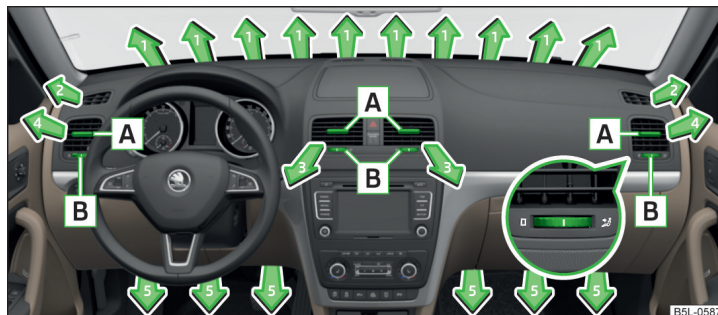
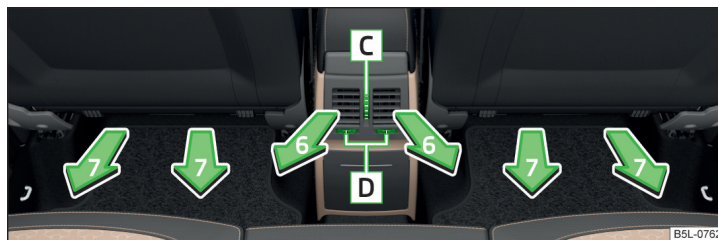

Fig. 107 Difusores de aire delanteros
Fig. 108 Difusores de aire traseros
En los difusores de aire **3, 4** » fig. 107 y **6** » fig. 108 se puede modificar el sentido de la corriente de aire, y los difusores se pueden también cerrar y abrir individualmente.
➤ Gire el regulador giratorio **B** hasta la posición » fig. 107.
➤ Gire el regulador giratorio [B] hasta la posición 0 » fig. 107.
➤ Gire el regulador giratorio [C] entre las posiciones finales » fig. 108.
➤ Gire el regulador giratorio [C] hasta la posición final » fig. 108.
➤ Mueva las láminas horizontales mediante el elemento de ajuste [A] hacia arriba o abajo para cambiar la altura de la corriente de aire » fig. 107.
➤ Mueva las láminas horizontales mediante el elemento de ajuste vertical [C] hacia arriba o abajo para cambiar la altura de la corriente de aire » fig. 108.
- Los difusores 6 » fig. 108 los tienen sólo los vehículos con consola central alta.